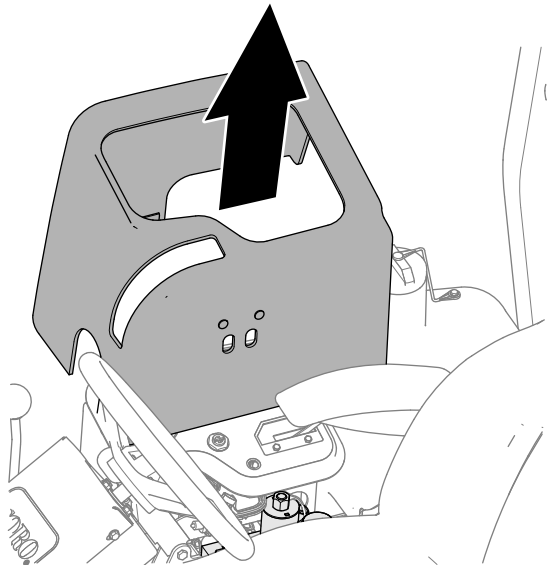

Bild 93
3. Heben Sie die magnetisch befestigte Konsolenabdeckung (Bild 93) an, um den Mähwerksverteiler freizulegen.